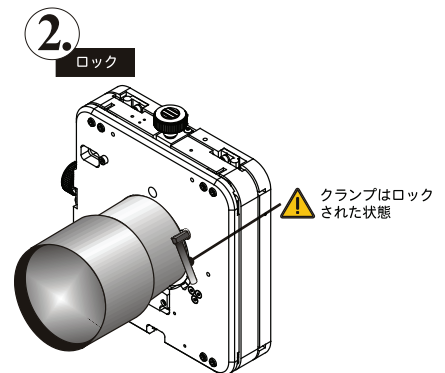

図 2-8 レンズを固定する
4. レンズ クランプを DOWN 側にしてレンズ アセンブリを固定します。図 2-8 を参照してください。